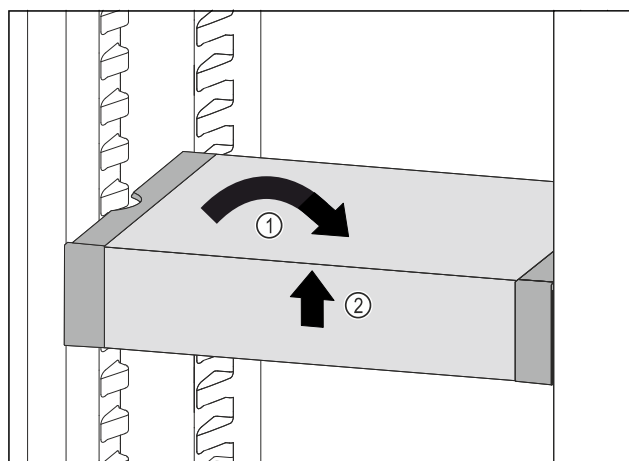

Fig. 162
- ▶ VarioSafe postavte rovně. Fig. 162 (1)
- ▶ VarioSafe vpředu zvedněte. Fig. 162 (2)